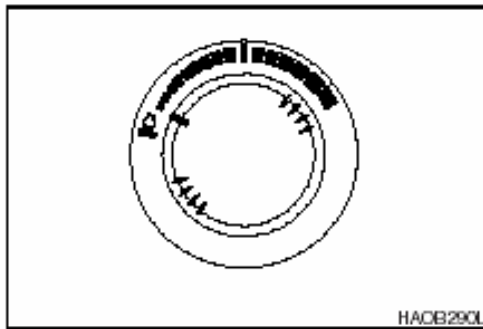

Figura 17
1. Haga funcionar el motor a marcha lenta en vacío (sin carga) durante 5 minutos (Figura 17).